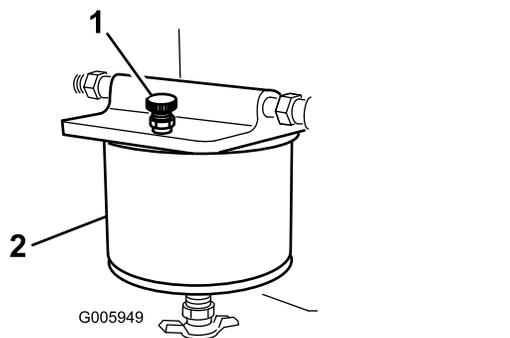

Рисунок 34
5. Откройте стравливающий винт наверху топливного фильтра, чтобы стакан заполнился топливом (Рисунок 34).